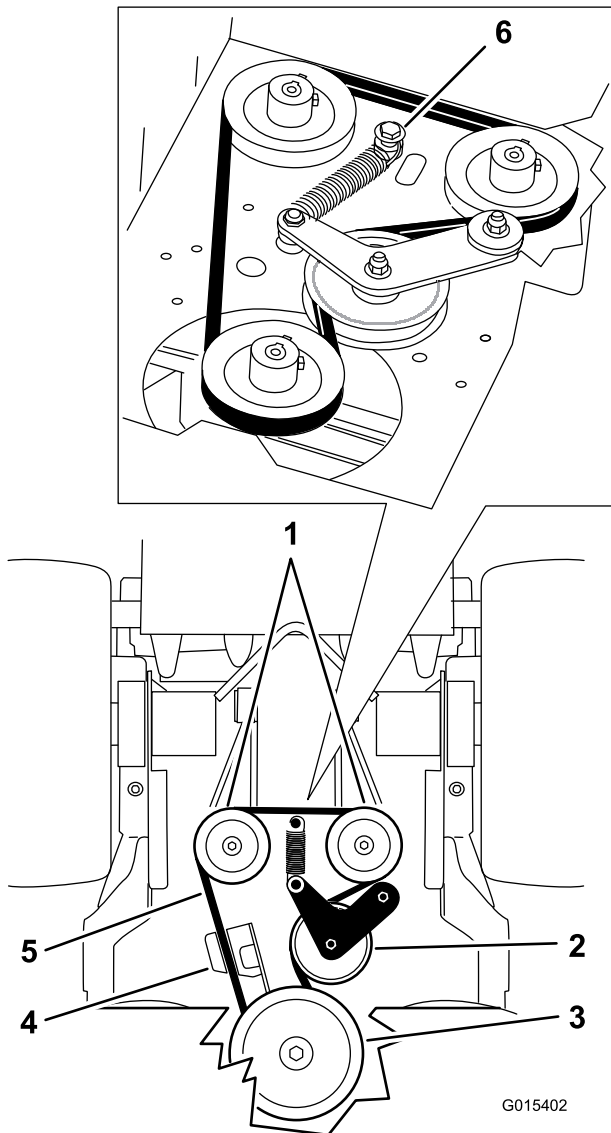

Figura 67
5. Retire o parafuso com olhal, a porca e a anilha da plataforma do motor e da mola ligada (Figura 67).
6. Retire a correia de acionamento da bomba (Figura 67).
8. Instale a mola no parafuso com olhal e anilha e ligue-a à plataforma do motor com a porca (Figura 67).